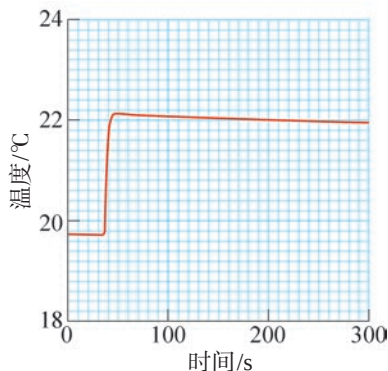

图 1.5 温度变化图
(4) 打开杯盖上的橡胶塞，将 NaOH 溶液沿漏斗迅速全部倒入热量计中，塞紧橡胶塞。待温度平稳后，停止采集，温度变化如图 1.5 所示，将起始温度和最高温度的数据记录在表格中。再重复实验步骤 (1)~(4) 两次。